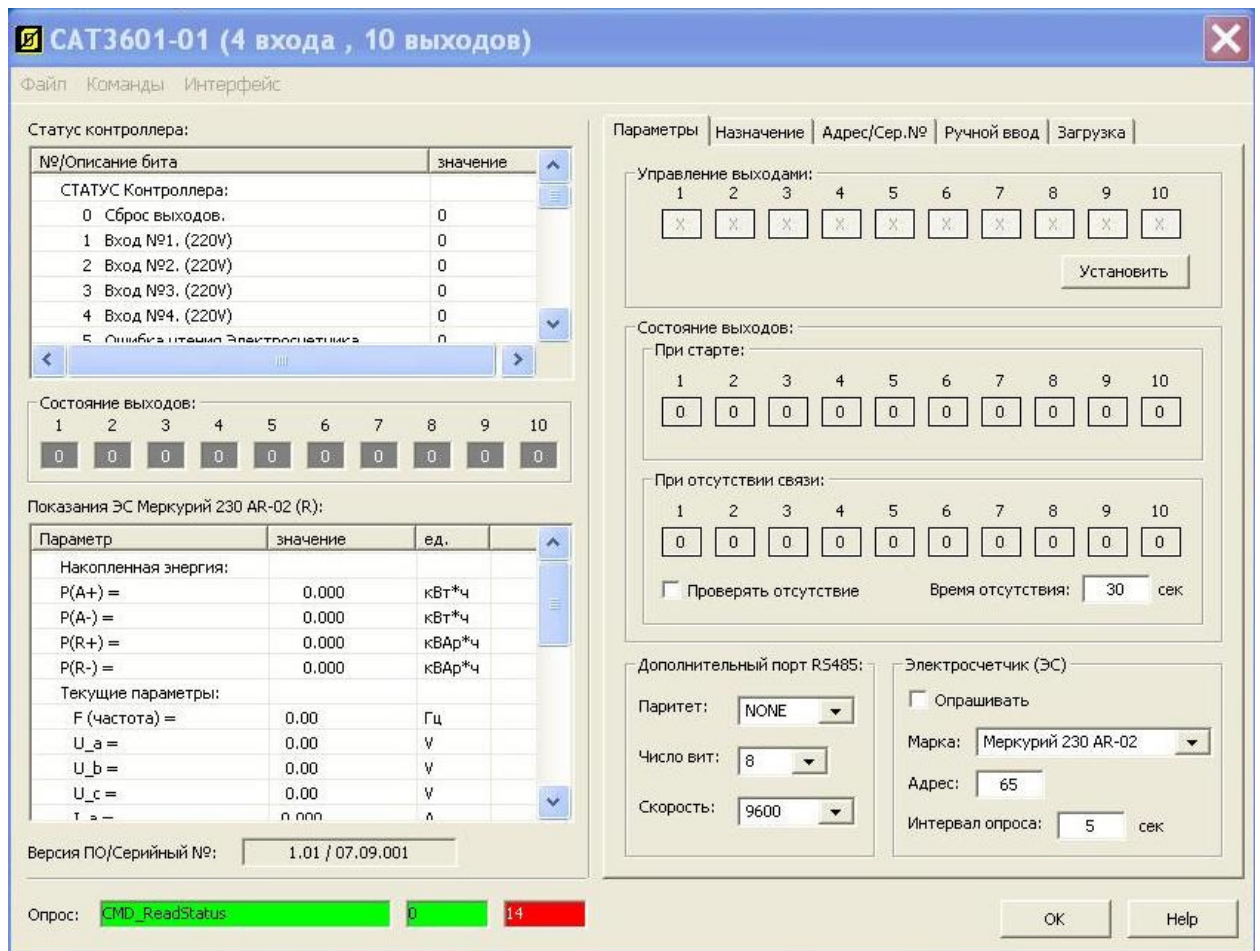

Рисунок 11
На вкладке **Параметры** (рисунок 11) в таблице **Состояние выходов** в строку **При старте** для выходов 1... 8 занести значения, которые будут принимать дискретные выходы модуля при включении модуля (0 – выход выключен, 1 – выход включен).
- 4) Замкнуть контакты **Датчика 1**. Проверить отображение состояния канала ID1 в таблице **Статус контроллера** в левой части экрана (рисунок 11). В строке **Вход № 1** в колонке **значение** состояние входа должно быть **1**.